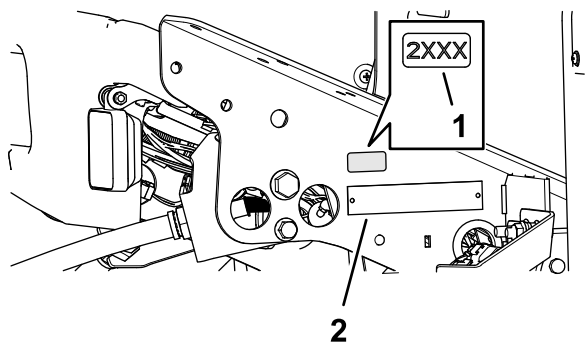

Figura 39
1. Utilize álcool e um pano limpo para limpar a área do suporte do piso junto à placa do número de série e deixe secar o suporte (Figura 39